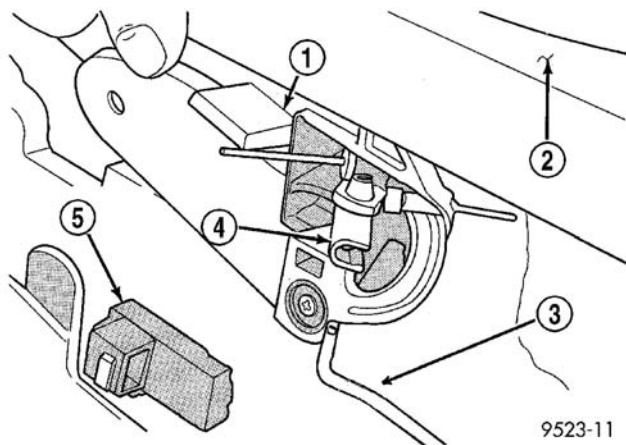

图 13 车门内侧手柄连杆
- （9）断开将连杆固定到内侧门锁释放把手上的夹子（图 13）。